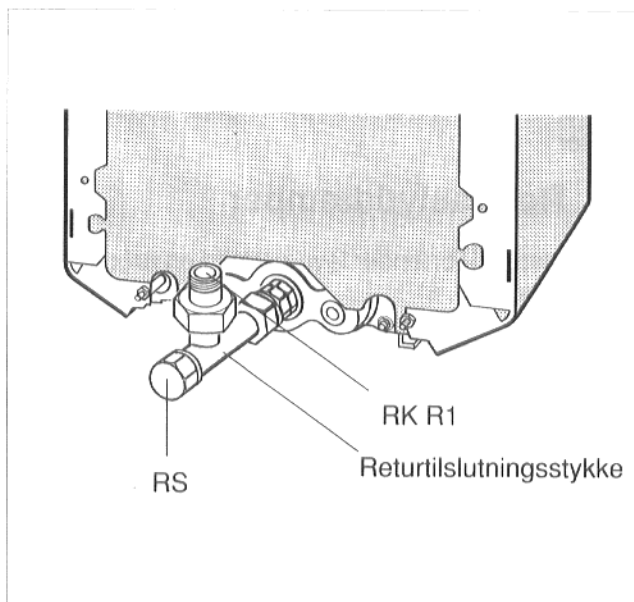

Fig. 11
- Returstykke fra brugsvandsopvarmningsbeholder (RS) skal altid tilsluttes bagfra til returtilslutningsstykket og varmekredsretur (RK) fra siden af til returtilslutningsstykket (Fig. 11).